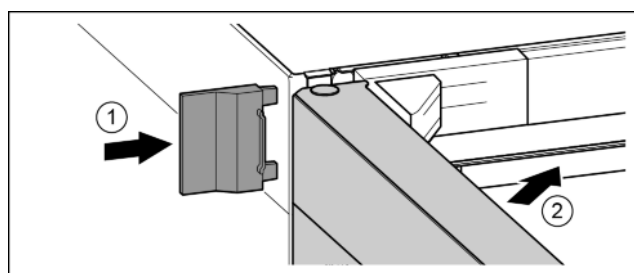

Fig. 26
- ▶ Vnější kryt nasuňte. Fig. 26 (1)
- ▶ Zavřete horní dveře. Fig. 26 (2)